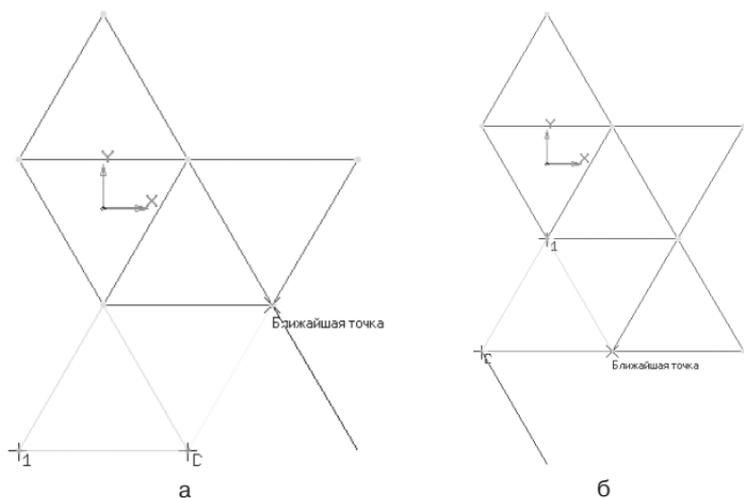

Рис. 386
- кнопка переключения  – **Редактирование**, команда  – **Поворот**. На панели **Свойств** выберите **Режим**  – **Оставлять исходный объект**. Дважды поверните треугольник, как показано на рис. 386;